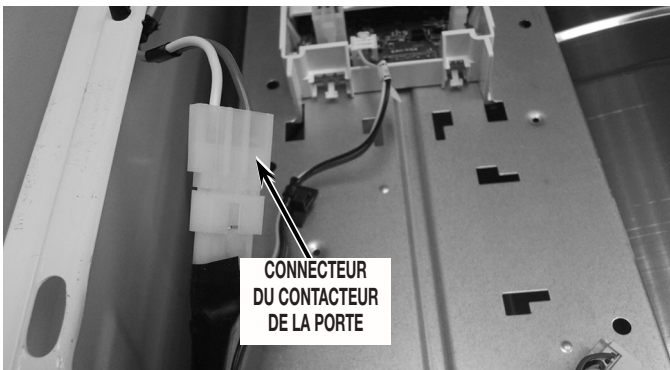

FIGURE 6
6. Débrancher le connecteur du contacteur de la porte. Voir la *Figure 6*.